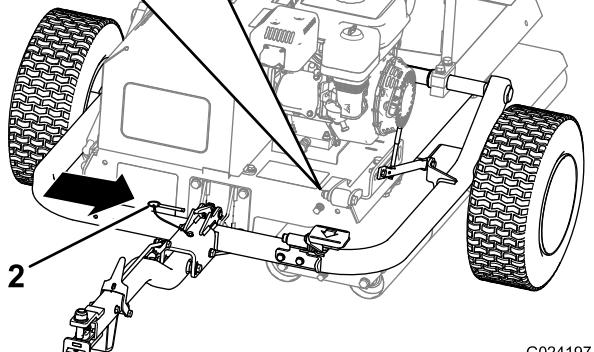

图27
C. 踩到挂钩踏板上直到挂钩锁入就位 图27。
D. 插入锁定销 图27。